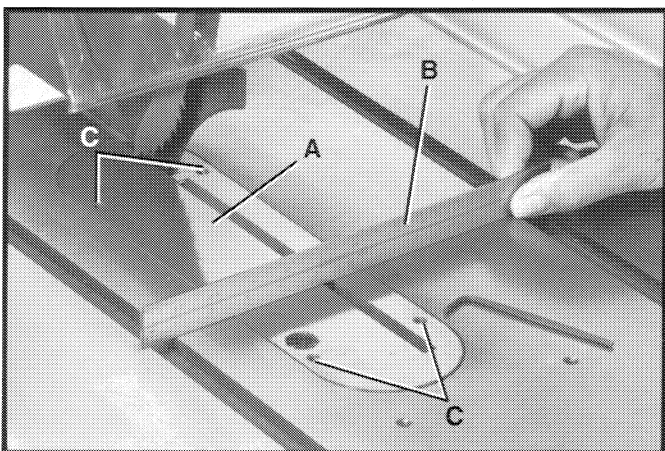

Fig. 81
Coloque una regla (B) de un lado a otro de la mesa en ambos extremos de la pieza de inserción de mesa (A), como se ilustra en la Fig. 81. La pieza de inserción de mesa (A) siempre debe estar nivelada con la superficie de la mesa. Si se requiere algún ajuste, vire los tornillos de ajuste (C) según sea necesario. Se incluyen cuatro tornillos de ajuste (C) con la pieza de inserción de mesa.